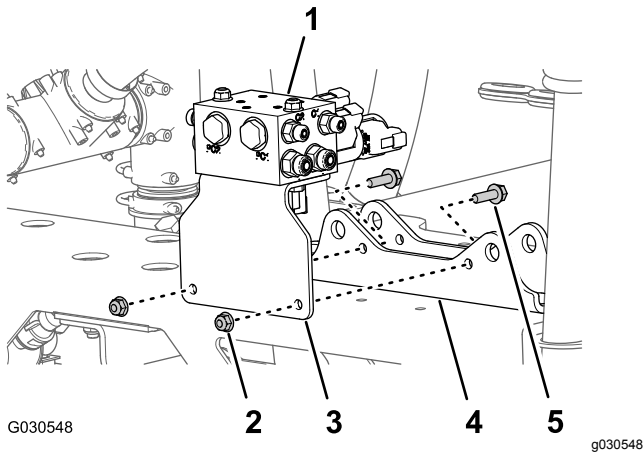

Figure 76
3. Retirez les 2 contre-écrous à embase (5/16") et les 2 boulons à embase (5/16" x 1") qui fixent le support du collecteur de levage de rampe au support de vérin, et déposez le collecteur et le support de la machine (Figure 76).